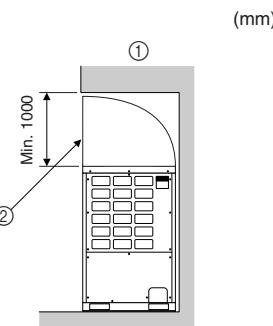

Fig. 2-5
① Hvis der er lidt plads mellem enheden og forhindringen (Fig. 2-5)
② Anvend en udblæsningsledendeplade. (Anskaffes lokalt.)